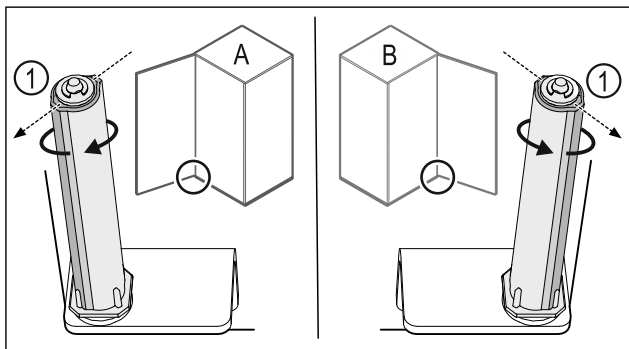

Fig. 35 Hapja majtas (A) / Hapja djathtas (B)
- ▶ Rrotulloni sistemin e mbylljes kundër rezistencës, derisa shufra e sistemit të mbylljes Fig. 35 (1) të jetë drejtuar nga jashtë.